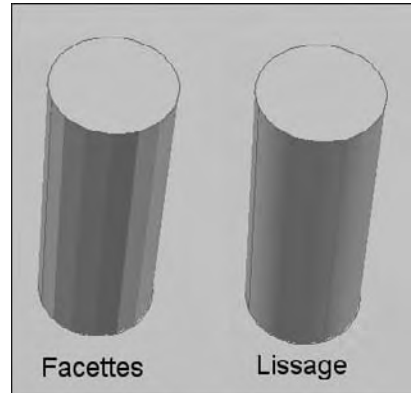

Fig.9.7
- **Qualité de l'éclairage** (Lighting quality) : définit l'éclairage pour afficher les facettes sur le modèle ou non. Par défaut, elles sont lissées (fig.9.7).